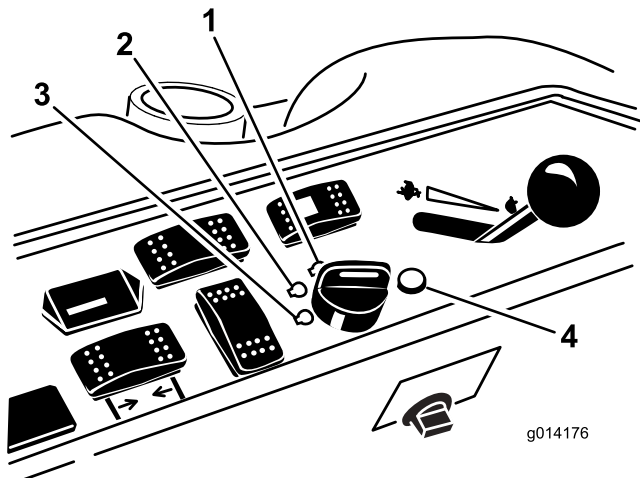

図 12
6. キーを RUN 位置に回す (図 12)。
3. キーを OFF 位置に回す (図 12)。すべての部分が完全に停止してから運転席を立つ。